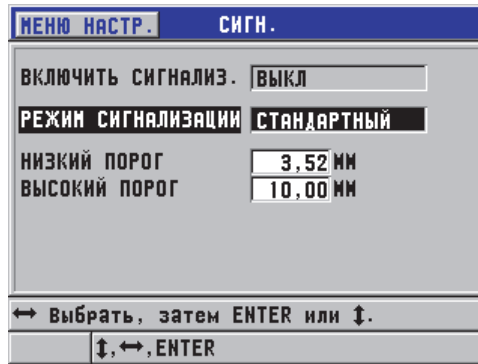

Рис. 7-7 Настройка СТАНДАРТНОГО режима сигнализации
2. В окне СИГН. (см. Рис. 7-7 на стр. 152):